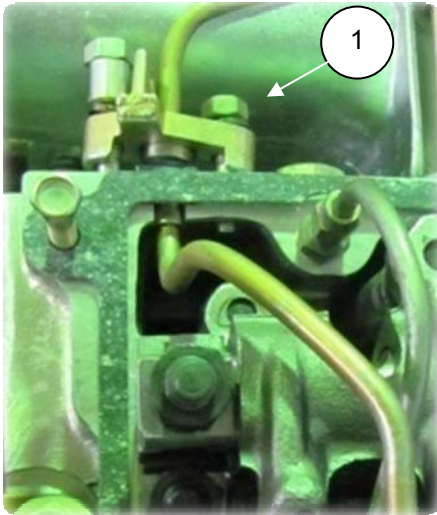

Рис. 6.55
10. Установить втулку трубки в гнездо головки цилиндров, установить уплотнитель (240-1104344-А), фланец, подложить шайбы, навернуть гайки на 2-3 нитки от руки (рис. 6.55);
11. Собрать болты М6 с шайбами, установить колодки крепления трубки (1) (240-1104358), завернуть болты на 2-3 нитки от руки (рис. 6.55);